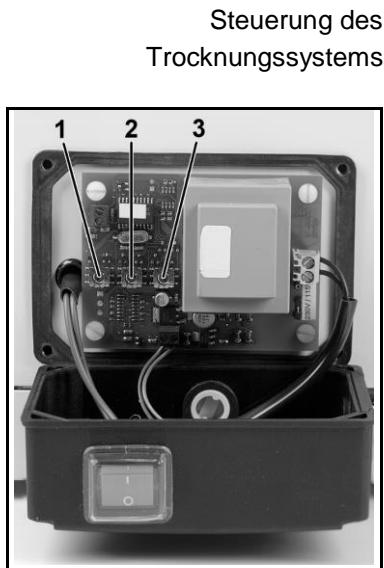

Abb. 8: Steuerungskasten des Trocknungssystems (geöffnet) mit Schaltern 1, 2, 3.
3. Am Steuerungskasten die Überwurfmutter der Kabelzuführung lösen; anschließend mit einem Schlitzschraubenzieher die vier Schrauben des Steuerungskastens lösen, den Deckel nach vorne klappen und ablegen (siehe Abb. 8).
4. An den Schaltern **1**, **2**, **3** (siehe Abb. 8) die gewünschten Werte einstellen. Zur Erläuterung der Schalter sowie für die einstellbaren Werte siehe Tabelle 9.